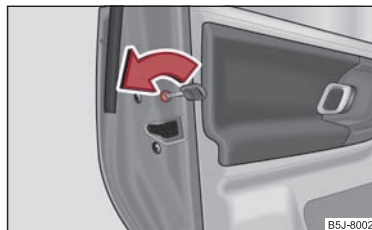

Fig. 24 Siguranța de la ușile din spate pentru copii
- Rotiți cu cheia de contact fanta din ușile din spate în sensul săgeții ⇒ fig. 24.